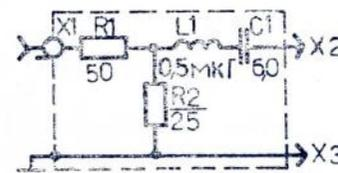

Рис. 6.
6.6.1. Подайте от генератора ВЧ сигнал частотой 65,3 МГц с девиацией частоты $\pm 15 \text{ кГц}$ через согласующее звено (рис. 6) на гнезда наружной ЧМ антенны (X1). Установите указатель настройки в приемнике в правое крайнее положение, подстроечный резистор R2 (А4) — в положение минимального сопротивления. Настройтесь катушкой L3 (А5) по максимальному напряжению на выходе приемника. Установите указатель настройки приемника в левое крайнее положение и проверьте частоту перестройкой генератора ВЧ — частота должна быть не менее 74,5 МГц.